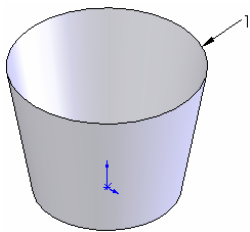
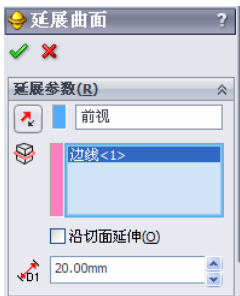
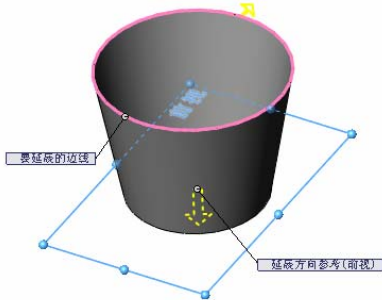

图 7-91 花盆盆体
图 7-92 “曲面-延展”属性管理器
图 7-93 延展曲面方向图示
⑤ 生成花盆盆体。观测视图区域中的预览图形，然后单击属性管理器中的“确定”图标按钮，生成花盆盆体，结果如图 7-91 所示。
① 执行延展曲面命令。选择菜单栏中的“插入”→“曲面”→“延展曲面”命令，或者单击“曲面”工具栏中的“延展曲面”图标按钮，此时系统弹出“曲面-延展”属性管理器。
② 设置延展曲面属性管理器。在属性管理器的“延展方向参考”一栏中，用鼠标选择“FeatureManager 设计树”中的“前视基准面”；在“要延展的边线”一栏中，用鼠标选择图 7-91 中的边线 1，此时属性管理器如图 7-92 所示。在设置过程中注意延展曲面的方向，如图 7-93 所示。
③ 确认延展曲面。单击属性管理器中的“确定”图标按钮, 生成延展曲面, 结果如图 7-93 所示。